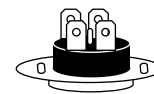

Рис. 11
– для горизонтальных водонагревателей серии RS2: нажать до щелчка кнопку, расположенную по центру термовыключателя, который находится рядом с ТЭНом (имеет круглую форму), рис. 11;